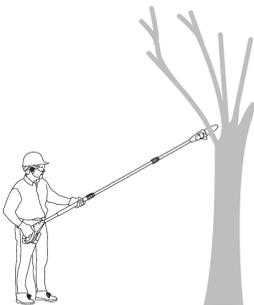

Fig. 25
1. Tenez toujours le produit fermement des deux mains, l'une sur la poignée de maintien (9) et l'autre sur la poignée arrière (1). N'utilisez jamais ce produit d'une seule main (Fig. 25).